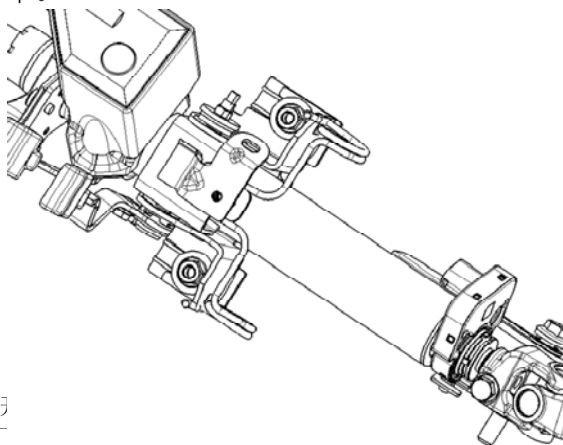

图 4-22
- (1) 确认所有与管柱连接的线束均已脱开。
- (2) 松开管柱上安装点的螺母与下安装点的螺栓，如图 4-22 所示，取下转向管柱及万向节。